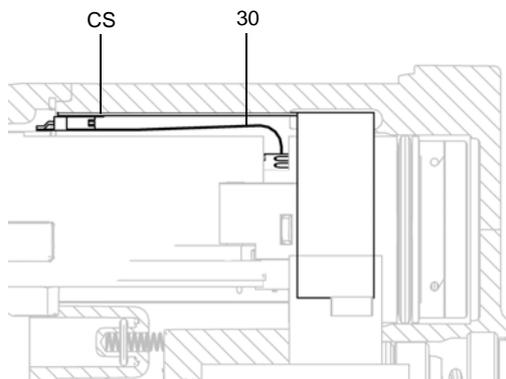

FIG. 37 . Raccordement du circuit flexible
3. Saisir l'alimentation électrique (7) à la main. Dégagez l'ensemble alimentation électrique/turbine du corps du pistolet (10) par un mouvement oscillant de côté, puis l'extraire avec précaution.
5. Pour détacher l'alimentation électrique (7) de la turbine (8), débranchez le connecteur ruban à 3 fils (PC) de cette dernière. Consultez la FIGURE 37.
**Pour les modèles Smart uniquement :** débranchez le circuit électrique flexible (30) de la prise située sur le dessus du corps du pistolet.
**Pour les modèles Smart uniquement :** débranchez le circuit électrique flexible à 6 broches (30) de l'alimentation électrique.
8. Introduire l'alimentation électrique/la turbine dans le corps du pistolet (10). Assurez-vous que les barrettes de terre (EE) sont bien en contact avec le corps.
**Pour les modèles Smart uniquement :** alignez le connecteur du circuit flexible à 6 broches (30) avec la prise (CS) en haut du corps du pistolet. Consultez la FIGURE 37.